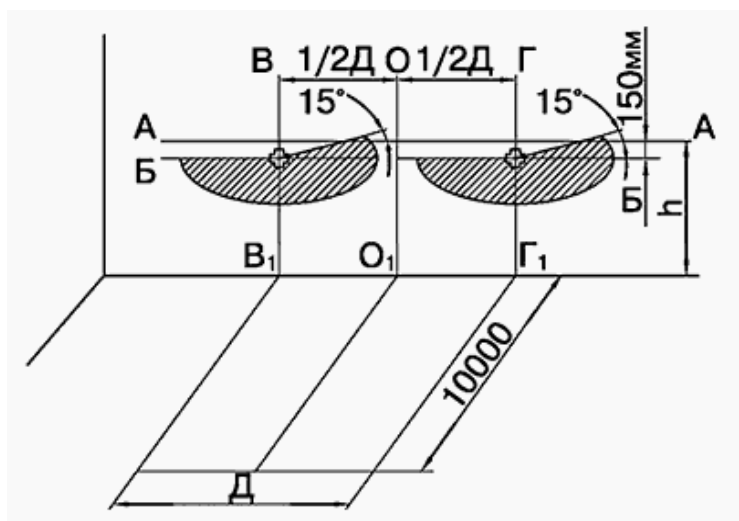

Рис.3
- нужно произвести разметку экрана, как показано на рис. 3, при этом линию центров фар АА нужно нанести на экране на расстоянии "h", равном высоте расположения центров фар